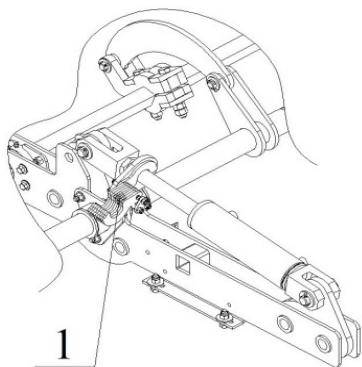

Рисунок 6.
Для регулировки глубины посева необходимо использовать набор клипс (1) (рис. 6) на гидроцилиндрах механизма подъёма секций. Для увеличения глубины - необходимо убрать из набора клипсы. При уменьшении - добавить. При этом глубину необходимо каждый раз контролировать в поле.